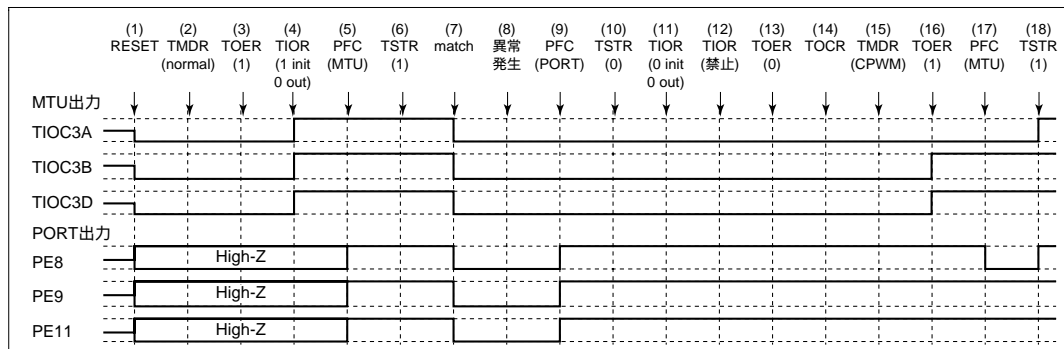

図 12.100 ノーマルモードで異常が発生し、相補 PWM モードで復帰する場合
ノーマルモードで異常が発生し、再設定後相補 PWM モードで再スタートする場合の説明図を図 12.100 に示します。
- (1) ~ (13) は図 12.100 と共通です。
- (14) TOCR でリセット同期 PWM の出力レベルと周期出力の許可禁止を選択してください。
- (15) リセット同期 PWM を設定します。
- (16) TOER でチャンネル 3、4 の出力を許可してください。
- (17) PFC で MTU 出力としてください。
- (18) TSTR で再スタートします。